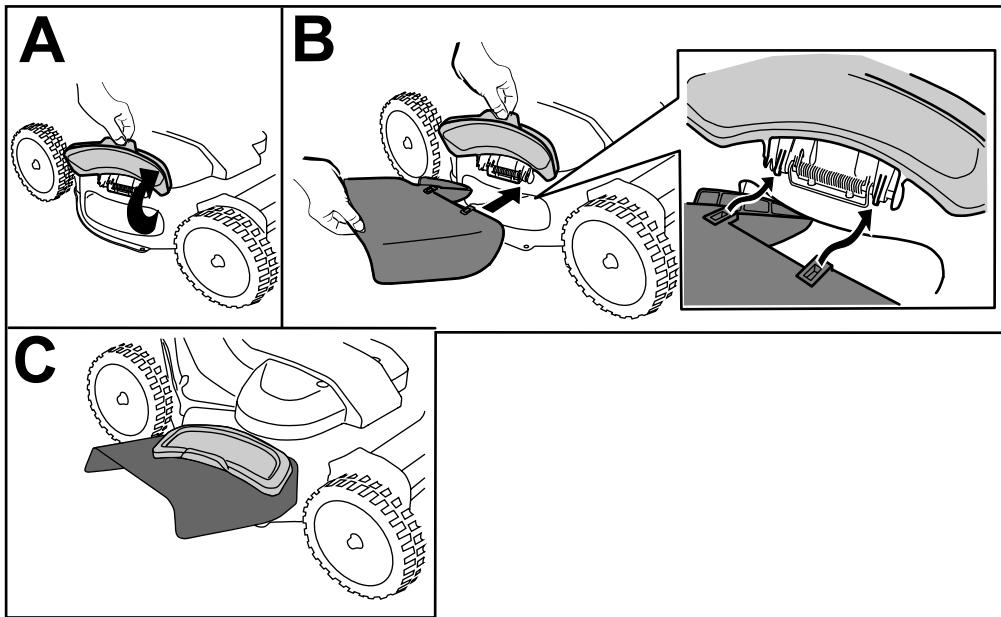

Рисунок 25
- Поднимите боковую выпускную дверцу, чтобы открыть ее (вид А на Рисунок 25).
- Установите желоб для бокового выброса и закройте дверцу на желобе (виды В и С на Рисунок 25).